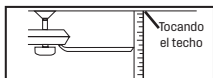
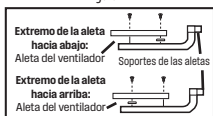

Figura 1
Figura 2
4. La mayoría de los problemas de oscilación del ventilador ocurren cuando los niveles de las aletas no son iguales. Compruebe este nivel seleccionando un punto en el cielorraso sobre el extremo de una de las aletas. Mida la distancia como se muestra en la Figura 1. Manteniendo la medición con un margen de 3 mm, gire el ventilador hasta que la próxima aleta esté colocada en el sitio para la medición. Repita el procedimiento para cada aleta. Si los niveles de las aletas son diferentes, puede ajustar los niveles de las aletas usando el siguiente procedimiento: Para ajustar hacia abajo el extremo de una aleta, inserte una arandela (no incluida) entre la aleta y el soporte de la misma en el tornillo más cercano al motor (Figura 2). Para ajustar hacia arriba el extremo de una aleta, inserte una arandela (no incluida) entre la aleta y el soporte de la misma en los dos tornillos más alejados del motor (Figura 2). Si la oscilación de la aleta sigue siendo visible, es posible que al intercambiar dos aletas adyacentes (lado a lado) se redistribuya el peso y el funcionamiento sea más suave.